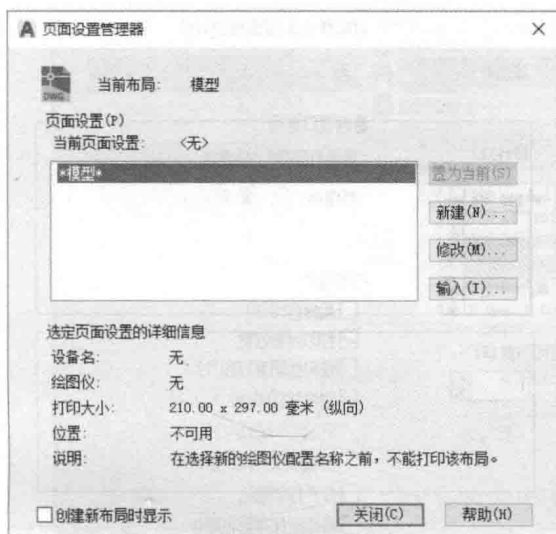
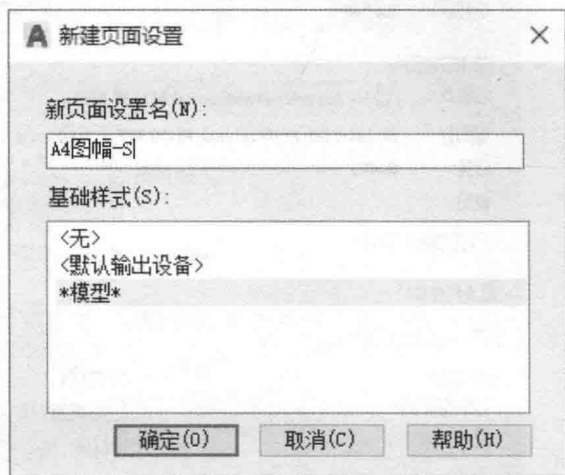
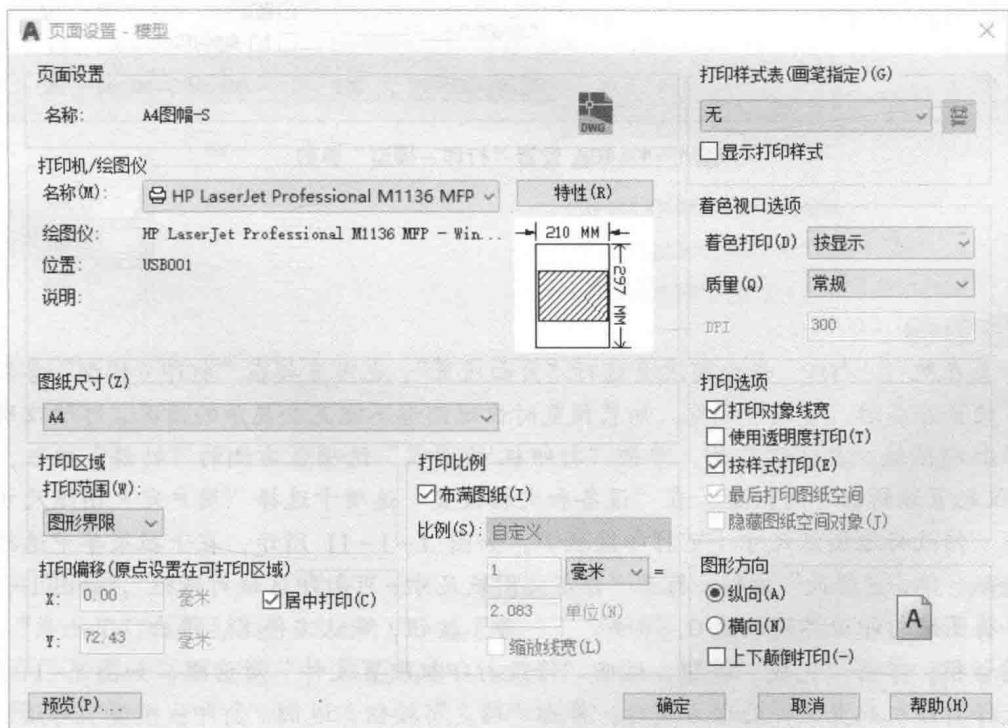

图 1-1-7 “页面设置管理器”对话框
图 1-1-8 “新建页面设置”对话框
图 1-1-9 “页面设置-模型”对话框
(3) 单击应用程序菜单按钮  右侧小三角形，选择“打印”→“页面设置管理器”命令，调用命令后，弹出“页面设置管理器”对话框，如图 1-1-7 所示。单击“新建”按钮，输入新页面设置名称“A4 图幅-S”，如图 1-1-8 所示，单击“确定”按钮。弹出“页面设置-模型”对话框，选择相应的打印机，其他参数设置如图 1-1-9 所示，设置完成后，单击“确定”按钮，返回“页面设置管理器”，单击“置为当前”，单击“关闭”按钮。